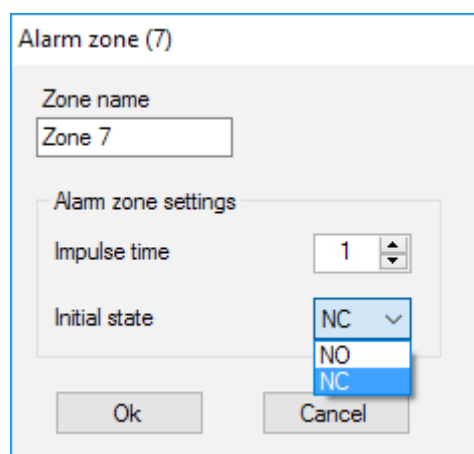

Abb. 20. Alarmzoneneinstellungen
Die Alarmzone kann als Schließer (NO) und als Öffner (NC) eingestellt werden (Abb. 20).
melders in den Ausgangszustand zurückkehrt. Die Zone reagiert auf Impulssensoren (z. B. MotionProtect, GlassProtect) mit Öffnen/Schließen, abhängig von der Einstellung des „Ausgangszustands“ (NC/NO) mit einem Impuls, dessen Dauer über die Einstellung „**Impulszeit**“ (Abb. 20) eingestellt werden kann. Standardmäßig beträgt die „**Impulszeit**“ 1 Sekunde, maximal 254 Sekunden. Wenn der Alarm ausgelöst wird, leuchtet die rote Zonen-LED „**3**“ (Abb. 1).